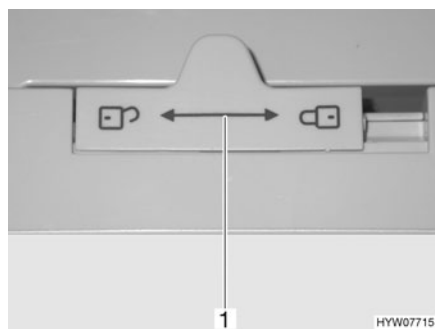

Fig. 197 Bloqueo de la puerta del frigorífico (Dometic de la serie 7)
- Empujar el bloqueo (Fig. 197,1) hacia la izquierda "🔓".
- Empujar el bloqueo (Fig. 197,1) completamente hacia la derecha "🔒".